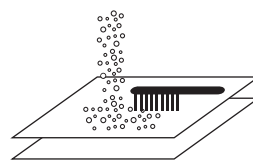

Abb. 3.
- Vermeiden Sie Schmutz auf und zwischen den Platten. (Abb. 3.)